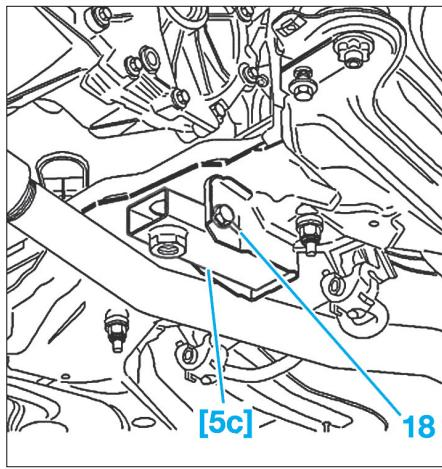

Fig. 9
- Positionner la barre transversale [5b] sur les pinces [5a] et le support [5c] en lieu et place de la bielle anticouple (Fig.9).